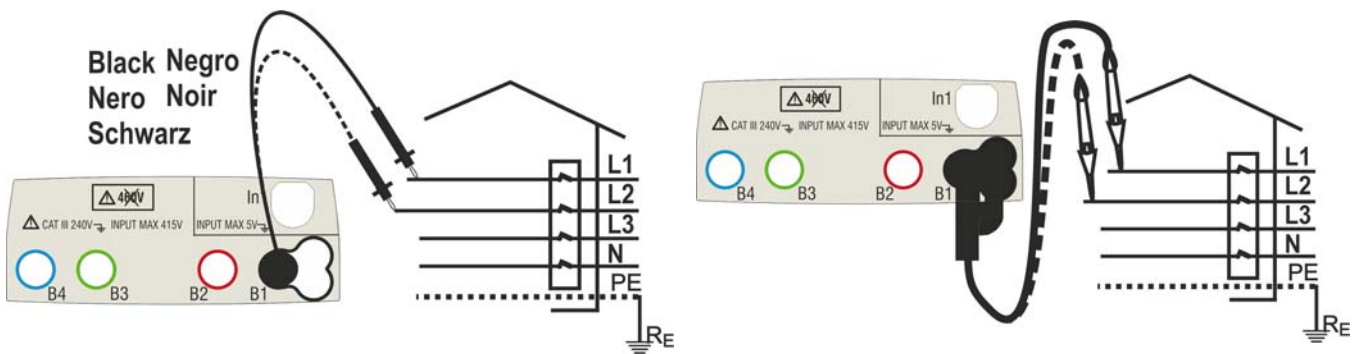

Fig. 22 : Vérification du sens cyclique des phases 1T avec borne et embout à distance
3. Insérer les connecteurs bleu et noir des câbles simples dans les entrées correspondantes de l'instrument B4, B1 (mesure 2T). Insérer les crocodiles ou les embouts correspondants dans l'extrémité des câbles restée dégagée. Le cas échéant, utiliser l'embout à distance en insérant son connecteur multipolaire dans l'entrée B1. Connecter les crocodiles, les embouts ou l'embout à distance dans la phase L1 et N conformément à Fig. 22 et Fig. 23.
Dans ces conditions, connecter les crocodiles, les embouts ou l'embout à distance à la phase L2 et N conformément à Fig. 22 et Fig. 23.